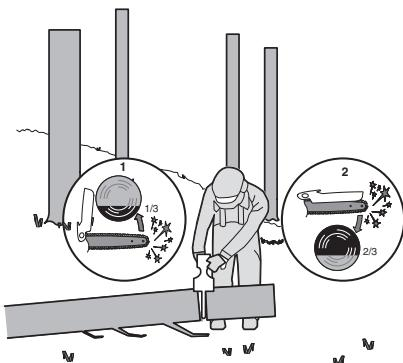

Figura. 3
Tronco apoyado en un extremo, Haga el primer corte del lado inferior del Tronco, atraviese $\frac{1}{3}$ del diámetro del tronco (1). Este corte impedirá la producción de astillas en esta sección al completarse el corte (2). Figura. 3)